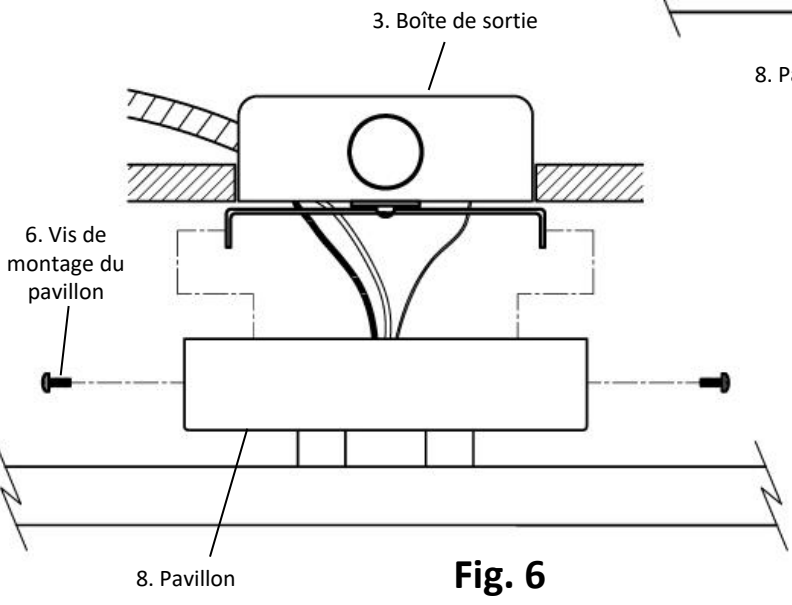

Fig. 6
6. Rentrez soigneusement tous les fils et les capuchons de connexion (n° 13) dans la boîte de sortie. Placez le pavillon (n° 8) du luminaire sur la boîte de sortie (n° 3), bien à plat sur le plafond, en veillant à ce que les trous de montage du pavillon soit bien alignés avec les trous de montage de la barre pivotante (n° 9). Vissez les vis de montage du pavillon (n° 8) dans les trous de montage du pavillon pour fixer solidement ce dernier à la barre pivotante sur le plafond. (Fig. 6)